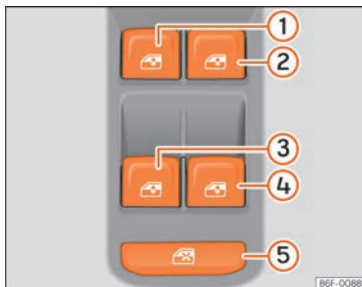

Fig. 140 Détail de la porte du conducteur : commandes pour les glaces avant et arrière (véhicules équipés de lève-glaces électriques avant et arrière).
La commande de sécurité »» fig. 140 ⑤ située sur la porte du conducteur vous permet de désactiver les touches des lève-glaces sur les portes arrière.
Les touches **»»** fig. 140 ①, ②, ③ et ④ disposent de deux positions pour l'ouverture des glaces et de deux autres pour leur fermeture. Il est ainsi plus simple de contrôler le processus d'ouverture et de fermeture.